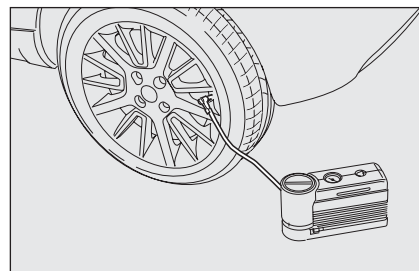
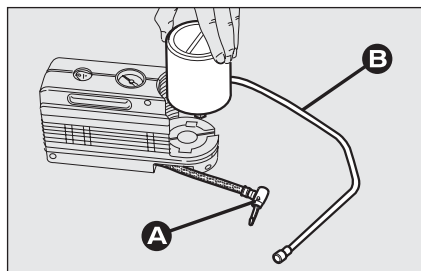

fig. 13
fig. 14
Il compressore può essere utilizzato anche per il solo ripristino della pressione. Svincolare l'innesto **A-fig. 14** e collegarlo direttamente alla valvola del pneumatico **fig. 13**; in questo modo la bomboletta non sarà collegata al compressore e non verrà iniettato il liquido sigillante.
- svincolare l'innesto **A**-fig. 14;